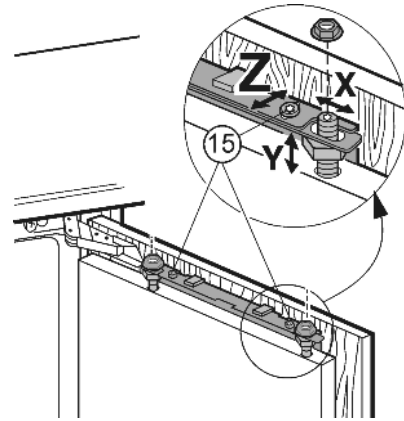

Fig. 20
- ▶ Встановлення дверцят шафи в глибині Z: ослабте верхні гвинти Fig. 20 (15), нижні гвинти Fig. 21 (24), потім перемістіть дверцята.